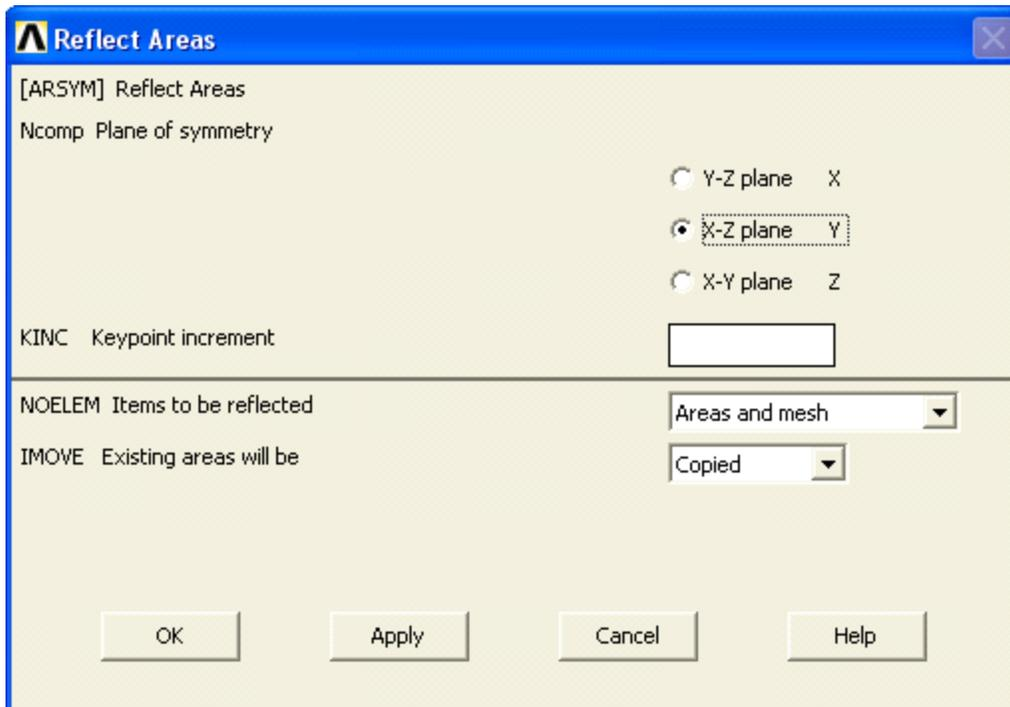

Рисунок 83. Общий вид окна **Reflect Areas** с выбранной плоскостью симметрии
- Появится новое окно **Reflect Areas** (Рисунок 83), в котором указываем плоскость, относительно которой выполняется отображение (метка **X-Z**) и в выпадающем списке с меткой **IMOVE** указываем, что поверхность копируется.